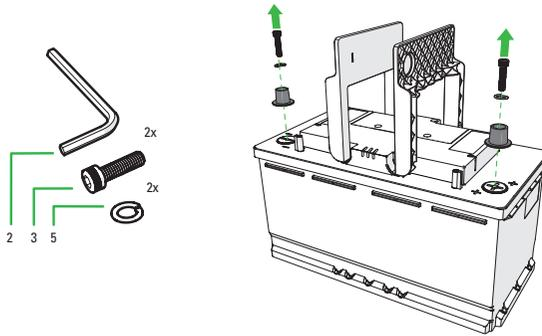

Abbildung 3.
1. Automobilbau-Stromklemmen entfernen. (Abbildung 3)